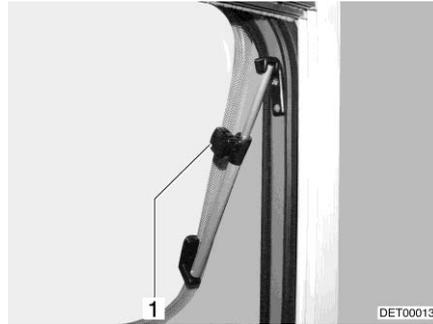

Fig. 111 Ventana abatible con soporte giratorio
- Ventana abatible con soporte giratorio: Abrir la ventana abatible hasta la posición deseada y fijarla con el botón moleteado (Fig. 111,1).
- Ventana abatible con soporte giratorio: Girar el botón moleteado (Fig. 111,1) hasta que se libere el bloqueo.